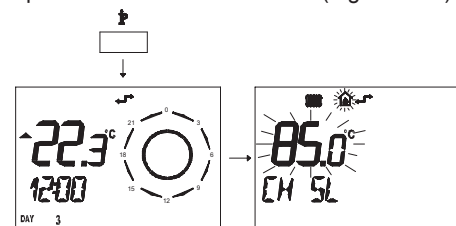

Figura 5.65
- Premere per più di 3 secondi il pulsante per entrare in modalità INFO (Figura 5.65).